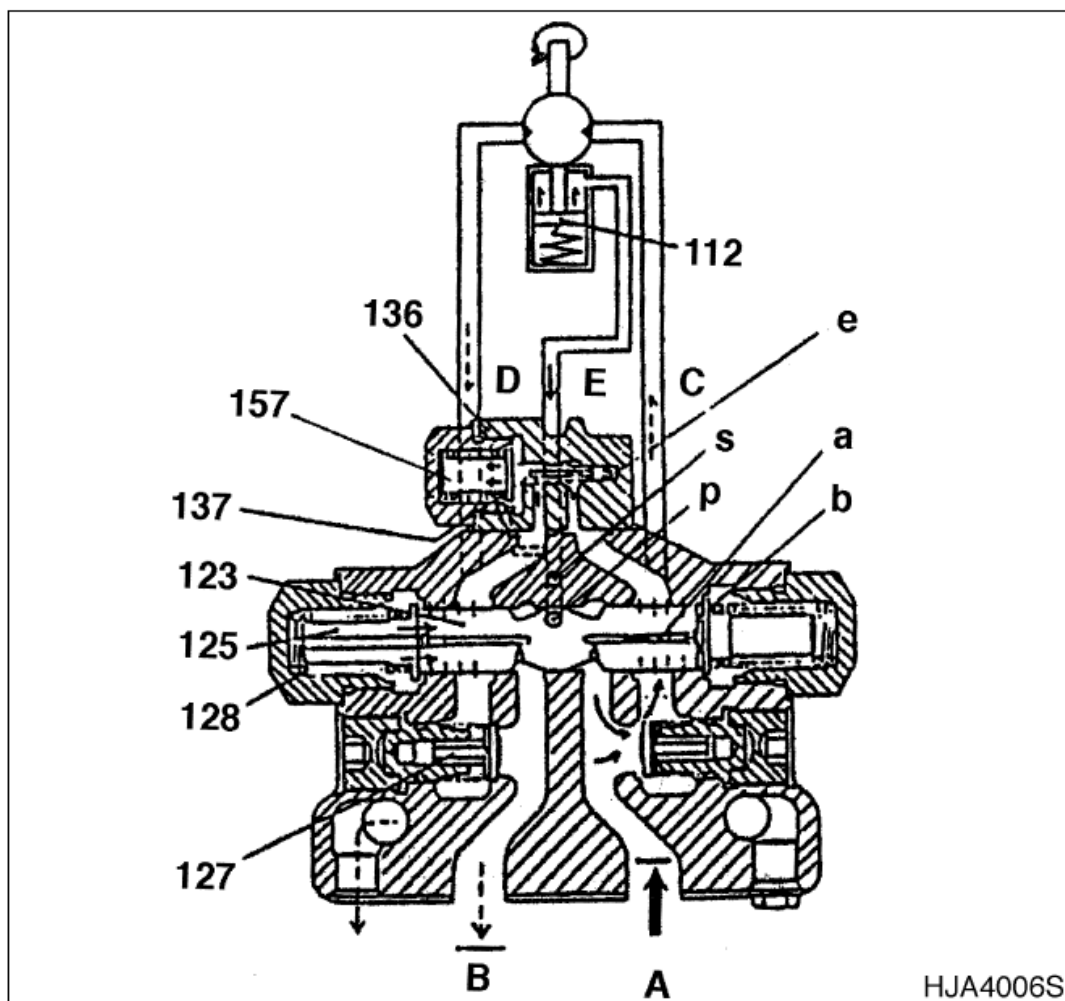

Рис. 4
18. Скрепить болтами две крышки гидромотора (301 и 303, рис. 4). Стараться не потерять и не повредить уплотнительное кольцо. Затянуть четыре 20-мм болта с головкой под торцовый ключ равномерным, поступательными вращениями. Убедиться в том, что все тормозные пружины полностью сели на место и что впускные и выпускные отверстия на клапанной крышке совпадают.